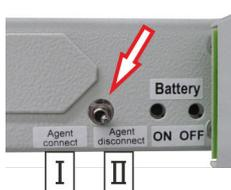

Fig. 41: Interruptor de bloqueo
- Antes de la realización de los trabajos de mantenimiento bloquear todos los sistemas interconectados mediante el interruptor de bloqueo (Fig. 41/flecha) (conmutar el interruptor de bloqueo a “Agent disconnect [bloqueado]” (Fig. 41/ II)).